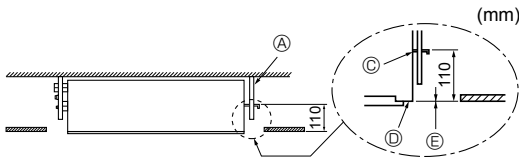

Fig. 2-9
- Serrer tous les écrous. (Fig. 2-9)